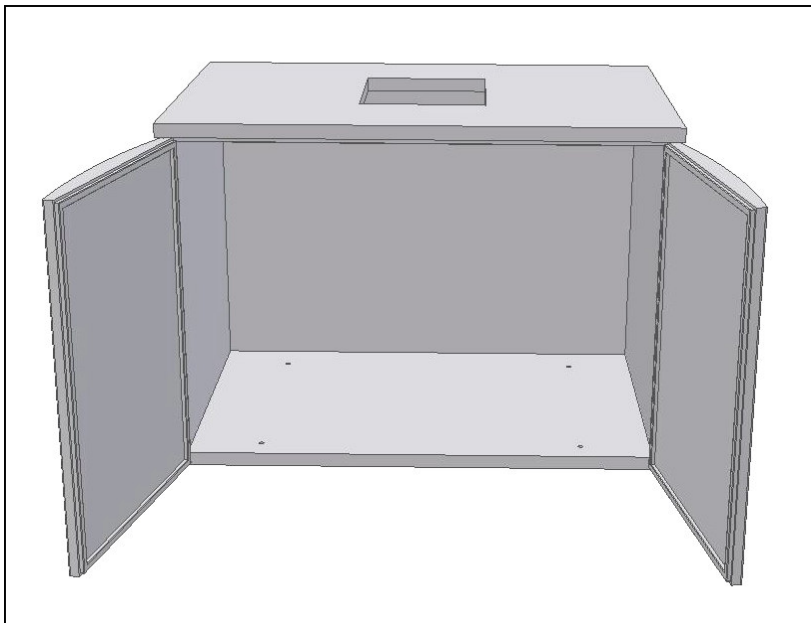

Fig. 9
- Fixer la **porte (droite et gauche)** au fond et au plateau (Fig.9);